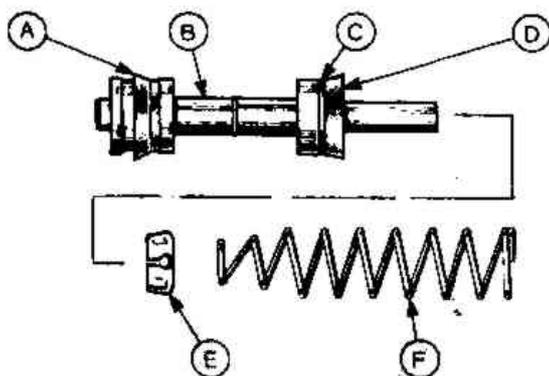

Рис.9.28. Вторичный поршень в сборе (Разд.15)
10. При помощи только рук установите шайбу и манжеты на вторичный поршень, убедившись в том, что они правильно установлены (Рис.9.28). Установите на место держатель и пружину. Проверьте чистоту внутренней поверхности главного тормозного цилиндра и смочите ее чистой тормозной жидкостью.
12. Установите шайбу и манжеты на первичный поршень, убедившись в правильности их установки (Рис.9.28). Установите на место фиксатор, пружину, муфту и винт.